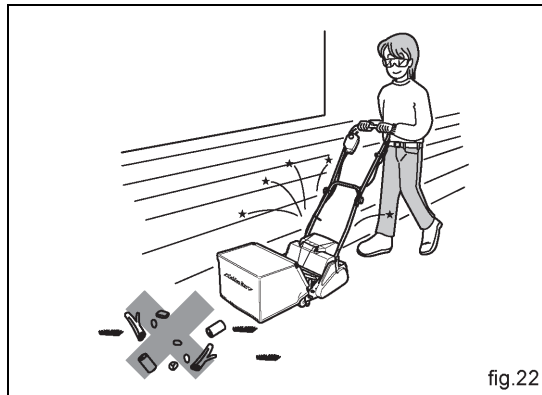

fig.22
- (1) 作業前に芝生の中の石、木片、金属片等の異物を必ず取り除いてください。(Fig.22)